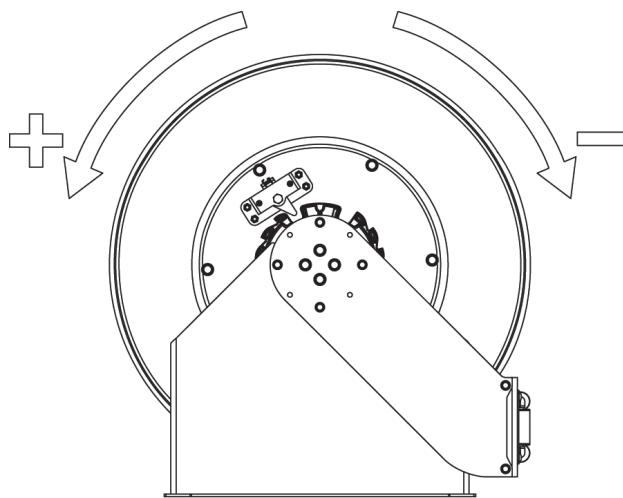

Fig. 5
6. Apply the pre-tension to the power spring by turning the spool the number of turns indicated below, depending on the power spring version and the hose length (fig. 5):
6. Aplique la pre-tensión al resorte, girando el tambor el nº de vueltas indicado, dependiendo del resorte y la longitud de manguera (fig. 5):
6. Pour appliquer la pré-tension du ressort, tourner le tambour le nombre de tours indiqués dans le tableau ci-dessous en fonction de la puissance du ressort et de la longueur du flexible (fig. 5):
4. Turn the spool to increase or decrease the power spring tension (fig. 5).
4. Faites tourner l'enrouleur pour augmenter ou diminuer la tension du ressort (fig. 5).
4. Haga girar la bobina para incrementar o disminuir la tensión (fig. 5).